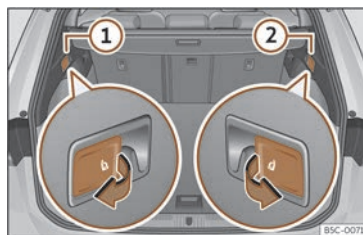

Fig. 106 En el maletero: palancas para desbloqueo del respaldo trasero.
- Tire de la palanca de desbloqueo a distancia de la parte izquierda >>> **fig. 106** ① o derecha ② del respaldo en el sentido de la flecha. La parte desbloqueada del respaldo trasero se abate automáticamente hacia delante.